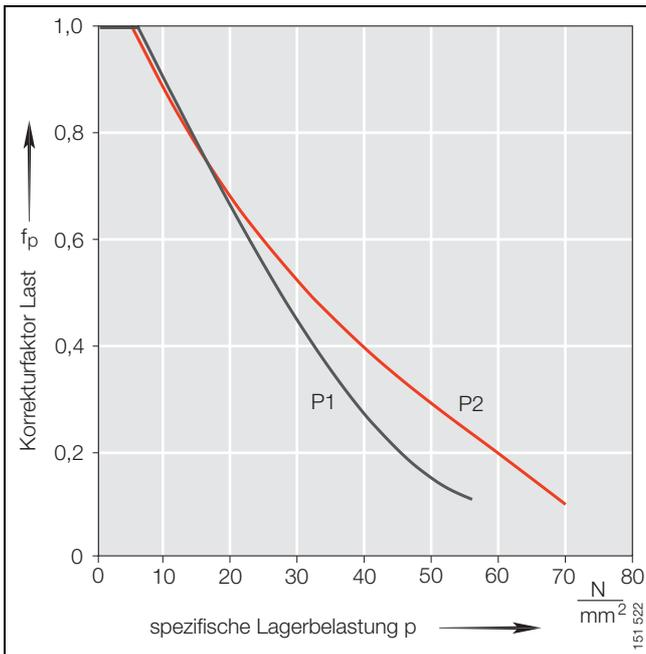

Bild 4 · Korrekturfaktor Last f_p , Permaglide® P1, P2
Korrekturfaktor Last, Bild 4, Seite 15
- Korrekturfaktor Last f_p , Bild 4, Seite 15